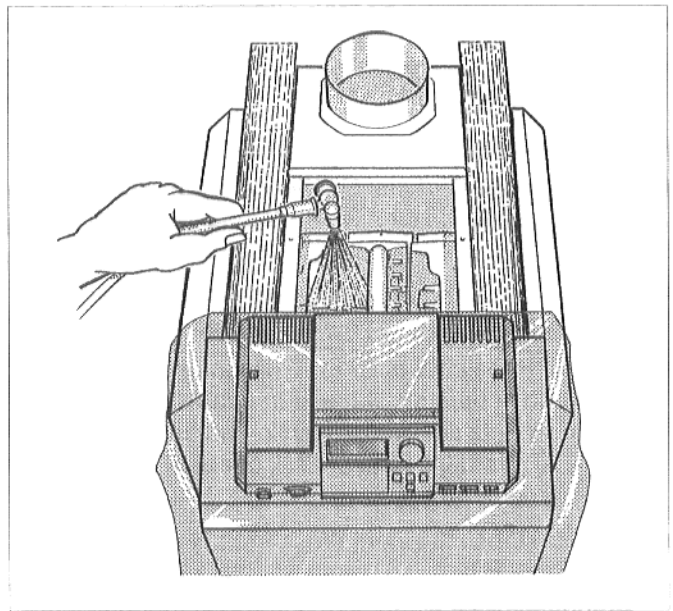

Abb. 45: Sprühreinigung
- Heizgaszüge von oben gleichmäßig mit dem Reinigungsmittel einsprühen (Abb. 45).